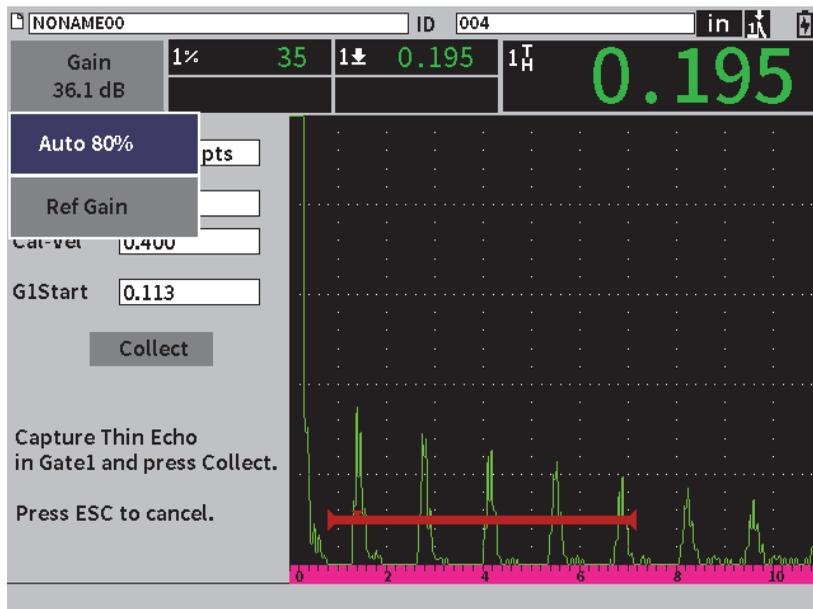

図 8-4 校正 – 薄いほうのエコーで自動 80 % を実行する準備ができました
8. タブキーを押して**ゲイン**調整ボックスをハイライトし、**Auto 80 %** 手順を完了します (117 ページの図 8-4 参照)。**自動 XX%** の手順については 82 ページの「**自動 XX% 機能の使用**」を参照してください。